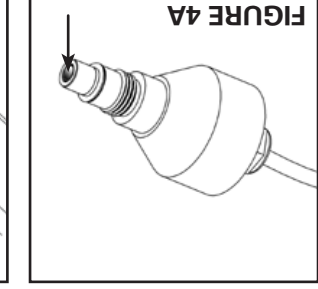

FIGURE 4A
2. Lorsque le capteur a été détaché de la chambre du réacteur, faire tremper la fenêtre de quartz (Figure 4A) dans un produit de détartrage commercial (CLR ou Lime-A-Way) pendant 30 minutes et nettoyer la fenêtre de quartz avec un bâtonnet ouaté, exempt de peluche (Figure 4D). Respecter les instructions du fabricant du liquide de nettoyage utilisé. Ne jamais utiliser un produit de nettoyage abrasif sur la fenêtre du capteur. La garantie du fabricant ne peut être honorée si la fenêtre de quartz du capteur a été détériorée par des éraflures.